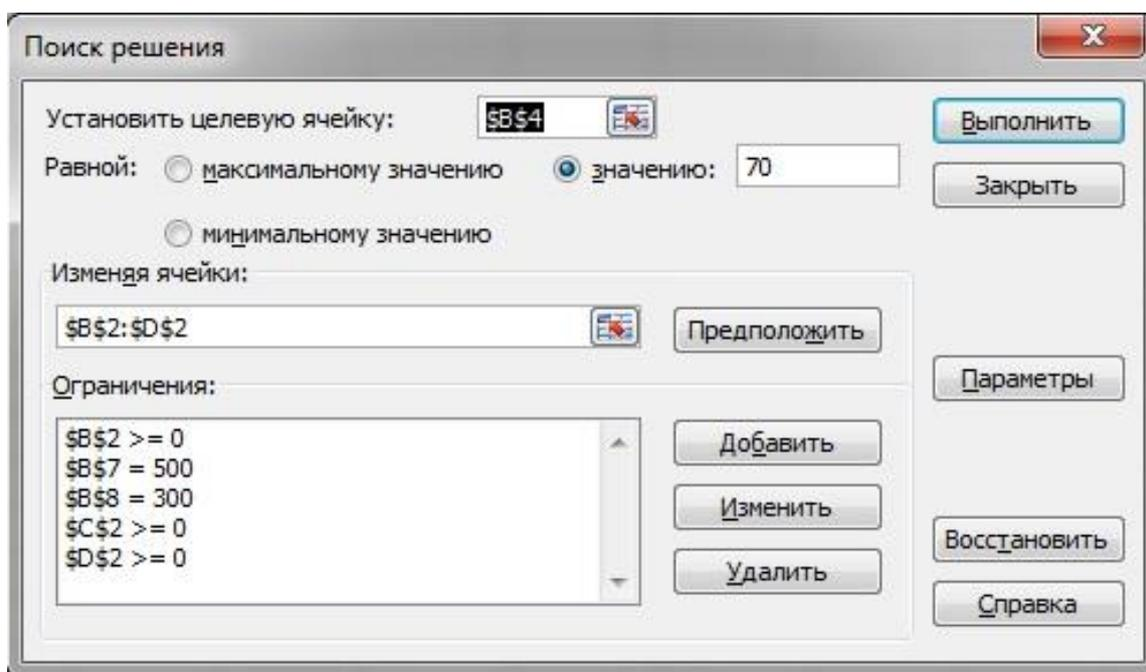

Рис.3. Диалоговое окно *Поиск решения*
- ограничения (типа “равно” для ячеек, хранящих количество заготовок, и типа “больше или равно” для параметров) (рис. 3) и нажать на кнопку *Параметры*.